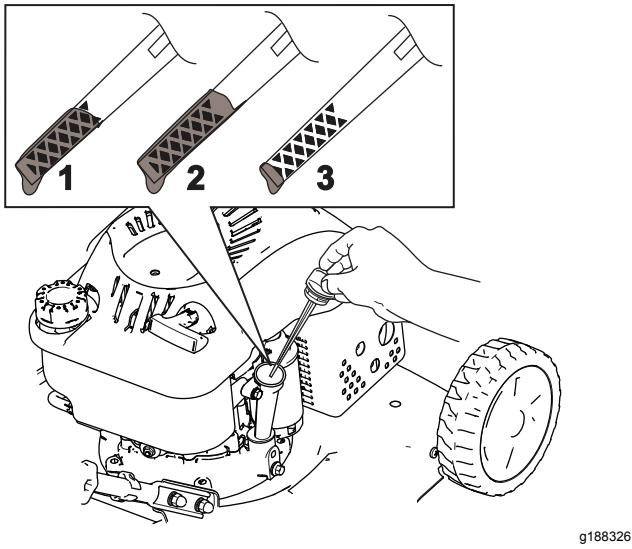

Figura 11
2. Girate il tappo in senso antiorario ed estraete l'asta di livello (Figura 11).
5. Controllate il livello dell'olio sull'asta (Figura 11).